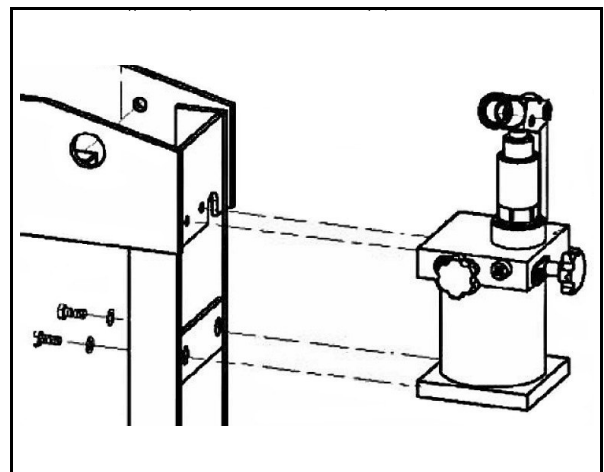

Abb. 6: Pumpeneinheit montieren
Schritt 1: Die Pumpeneinheit mit den Schrauben und Scheiben außen am Rahmen anschrauben (s. Abb. 6).